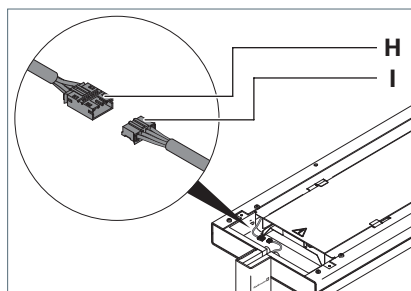

Fig. 4: Collegamento della testa dell'apparecchio d'illuminazione, parte 1.
- Collegare la spina **I** alla presa **H** sulla testa dell'apparecchio d'illuminazione, vedi Fig. 4.